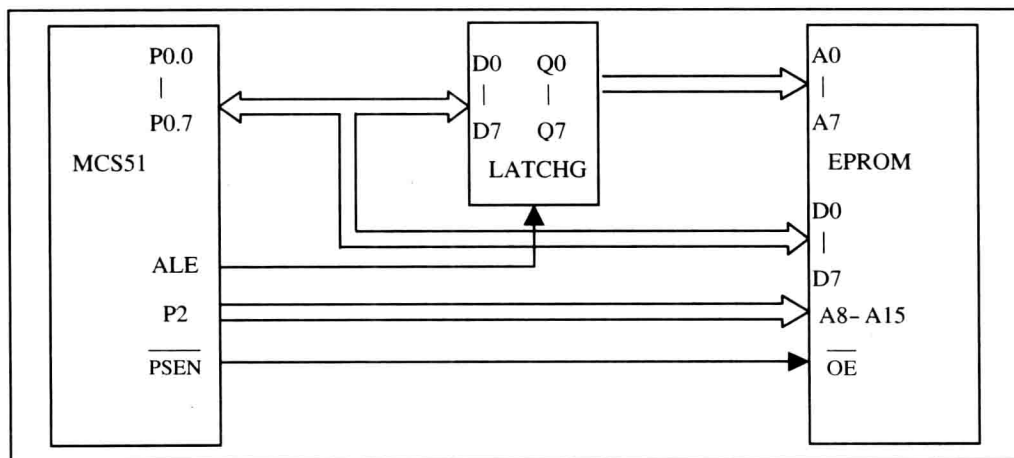

图 1-4 $\overline{\text{ALE}}$, $\overline{\text{PSEN}}$ 与外部 ROM 的连接图
- ◆ $\overline{\text{ALE/PROG}}$ (30): 地址锁存致能 (Address Latch Enable) 信号输出脚
- ◆ $\overline{\text{PSEN}}$ (29): 外部程序内存致能 (Program Store Enable)
- 如图 1-4 所示为 $\overline{\text{ALE}}$ 及 $\overline{\text{PSEN}}$ 引脚的使用说明。